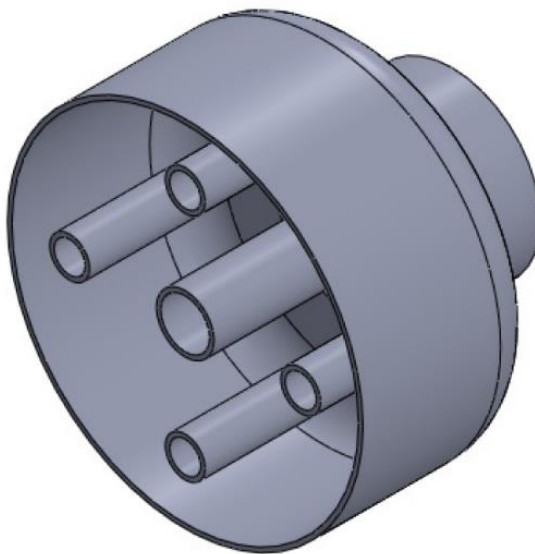

Рисунок 6.12 – Фінальна модель після створення елемента оболонки
- е) Створіть оболонку (рис. 6.12).